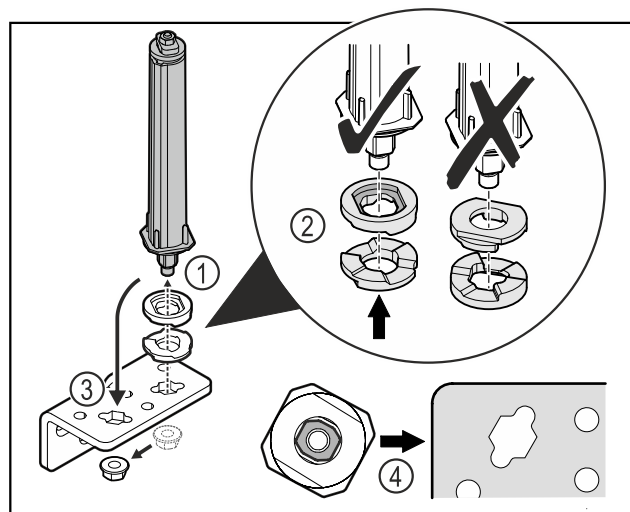

Fig. 42
- ▶ Mutter lösen und Türschließsystem entfernen Fig. 42 (1).
- ▶ Auf die korrekte Ausrichtung der Höhenverstellscheiben achten Fig. 42 (2).
- ▶ Türschließsystem im Scharnierwinkel umsetzen und mit der Mutter fixieren Fig. 42 (3).
- ▶ Beim Einsetzen auf die korrekte Ausrichtung des Türschließsystems achten Fig. 42 (4).